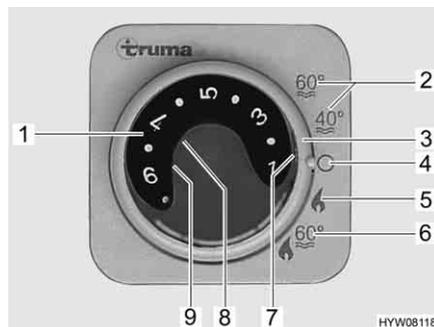

Fig. 128 Centralina di controllo per riscaldamento/boiler
- Impostare la modalità di funzionamento tramite l'interruttore girevole (Fig. 128,3).
A seconda della temperatura ambiente desiderata, il riscaldamento seleziona automaticamente il livello del bruciatore necessario. Al raggiungimento della temperatura ambiente desiderata, il bruciatore si spegne. Durante la modalità di funzionamento "Riscaldamento e boiler" (Fig. 128,6) è riscaldata anche l'acqua nel boiler. Nella modalità di funzionamento "Riscaldamento senza boiler" (Fig. 128,5) è possibile far funzionare il riscaldamento con il boiler vuoto.
- Impostare la manopola della temperatura (Fig. 128,1) sulla centralina di controllo scegliendo la potenza desiderata.
- Posizionare l'interruttore girevole (Fig. 128,3) su funzionamento invernale "Riscaldamento senza boiler" (Fig. 128,5) o "Riscaldamento e boiler" (Fig. 128,6).
Si accende la spia verde di controllo (Fig. 128,7).
- Posizionare l'interruttore girevole (Fig. 128,3) su "O" (Fig. 128,4).
La combinazione funzionamento a gas e funzionamento elettrico a 230 V diminuisce il tempo di riscaldamento del veicolo (è possibile solo se il riscaldamento viene impostato sulla centralina di controllo (Fig. 128) su funzionamento invernale).